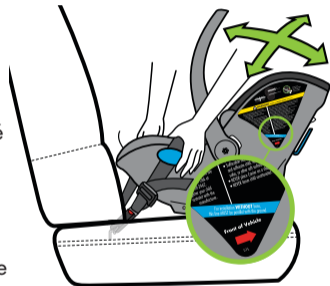

Figure 57
- Saisissez le porte-bébé près des guides de ceinture sous-abdominale bleus du véhicule et tirez-le d'un côté à l'autre et d'avant en arrière pour vérifier que l'installation est sécurisée, comme illustré à la **Figure 57**. Le siège ne doit pas bouger de plus de 2,5 cm (1 po) le long de la ceinture. Ne poussez pas sur le porte-bébé près des pieds de l'enfant pour vérifier son mouvement.
- Vérifiez que la ligne de référence d'inclinaison bleue située sur le côté du siège est parallèle au sol, comme illustré à la **Figure 57**. Sinon, desserrez un peu la ceinture DUA, ajustez l'inclinaison du porte-bébé et revenez à l'**étape 12**.